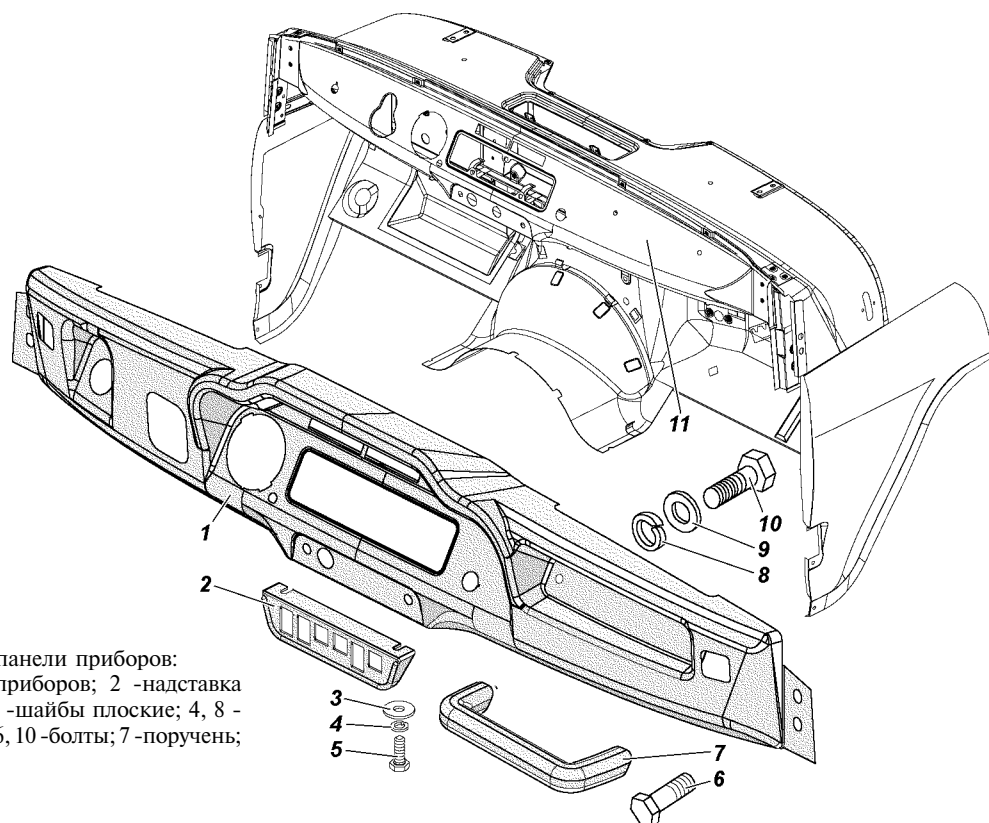

Рис. 15.30. Накладка панели приборов:
2. Отверните болты 5 (рис. 15.30) и снимите наставку 2 панели приборов.